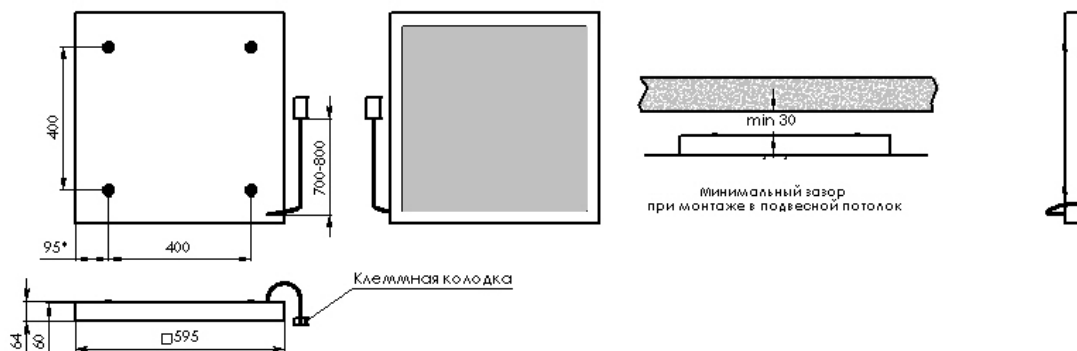

Рисунок 3. Габаритные и присоединительные размеры светильника
- 4.4. Установить светильник в нишу подвесного потолка. После монтажа между верхней частью светильника и элементами строительных конструкций (потолок, короб воздуховода и т.д.) должен соблюдаться зазор не менее 30 мм (рисунок 3).